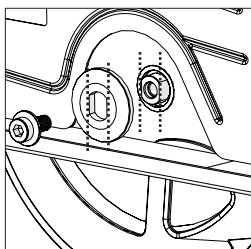

**Fig. 6**
- Instale la (nueva) hoja. Asegúrese de que la dirección de rotación de la flecha de la hoja coincida con la dirección de la rotación de la flecha en la protección superior e inferior de la hoja de la máquina. **(Fig.6).**